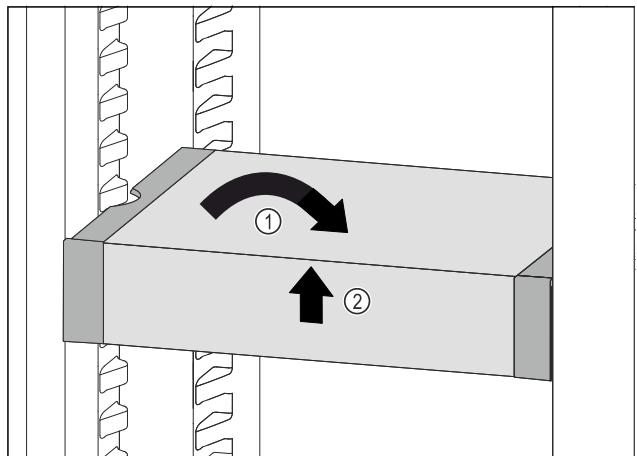

Fig. 113
- ▶ VarioSafe postavte rovno. Fig. 113 (1)
- ▶ VarioSafe nadvihnite vpred. Fig. 113 (2)